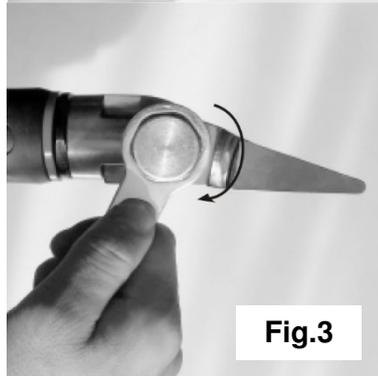

Fig.3
- 1.4. Die Sechskantschraube wieder in Stellung bringen und mit dem Schlüssel festziehen (Abb.3).